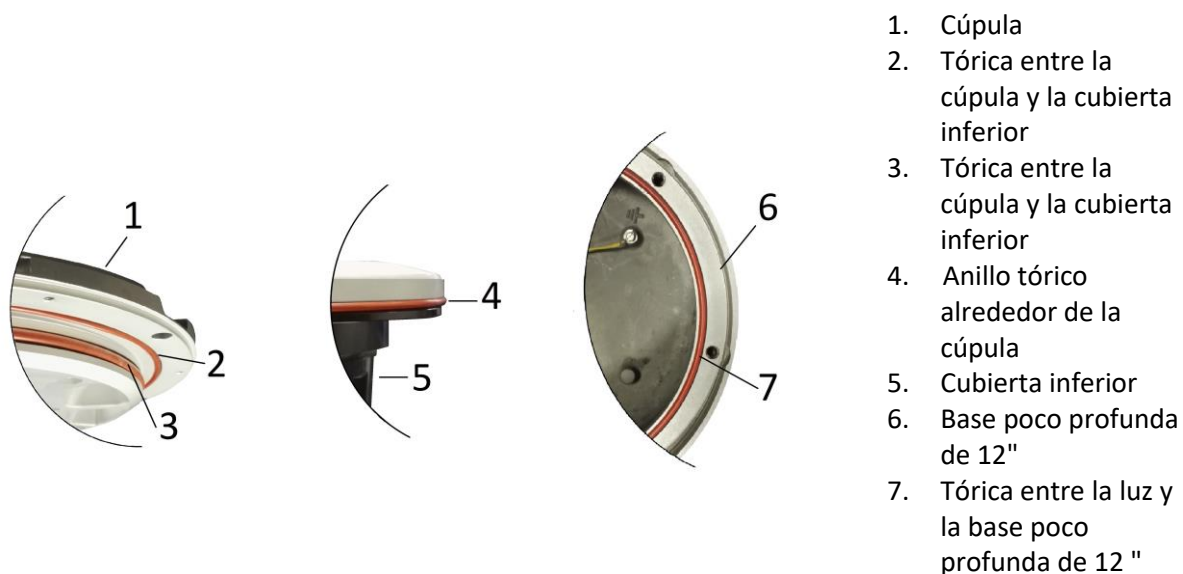

Figura 24– Juntas de luces
- Figura 24 - n°2 y 3);
- Figura 24 - n°3);
- Figura 24 - n°7);